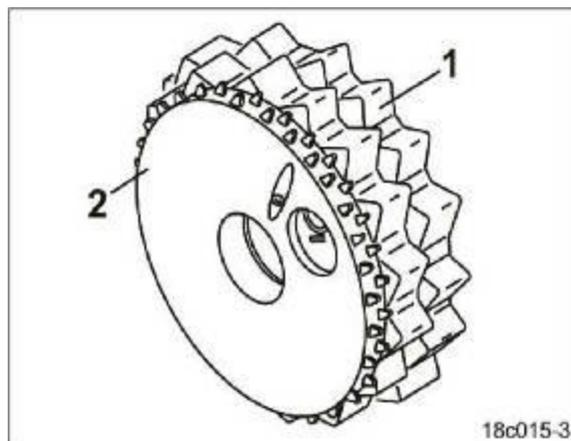

Рис.24
- обычной высевающей катушки (Рис.24/1) и
- мелкосеменной высевающей катушки (Рис.24/2) .